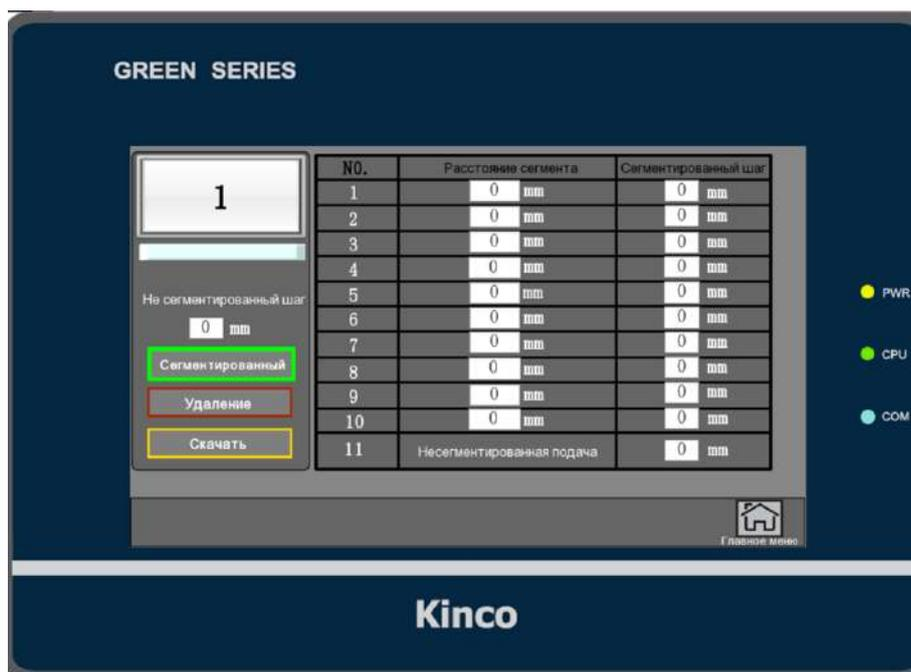

Рис. 15. Меню настройки рецепта
- на пульте управления в меню настройки рецепта (рис.15) задайте сегментированный шаг и расстояние между сегментами согласно чертежу готового изделия и нажмите скачать;